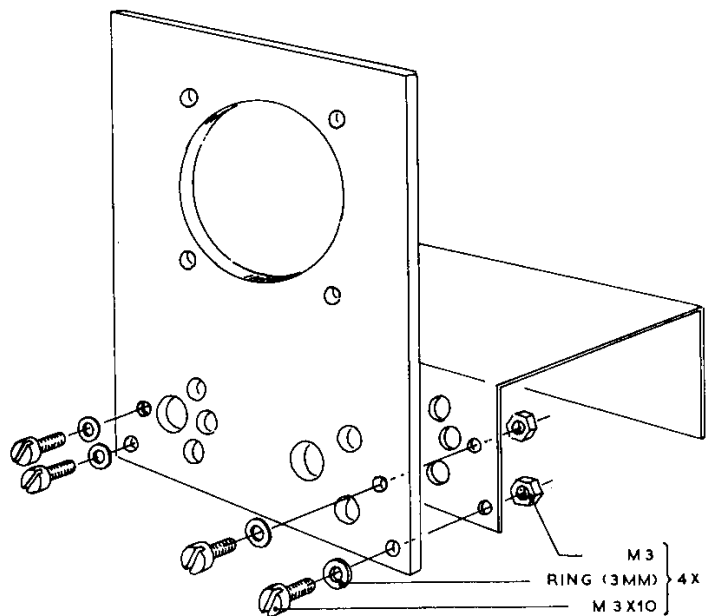

Fig. B17
27. Nu gaan we het klankbord met luidspreker aan het toestelletje bevestigen (fig. B17). Gebruik hiervoor vier boutjes M 3 × 10 (lengte 10 mm) met bijbehorende moeren. Ook nu komen er onder de koppen van deze boutjes (kleine) ringen.